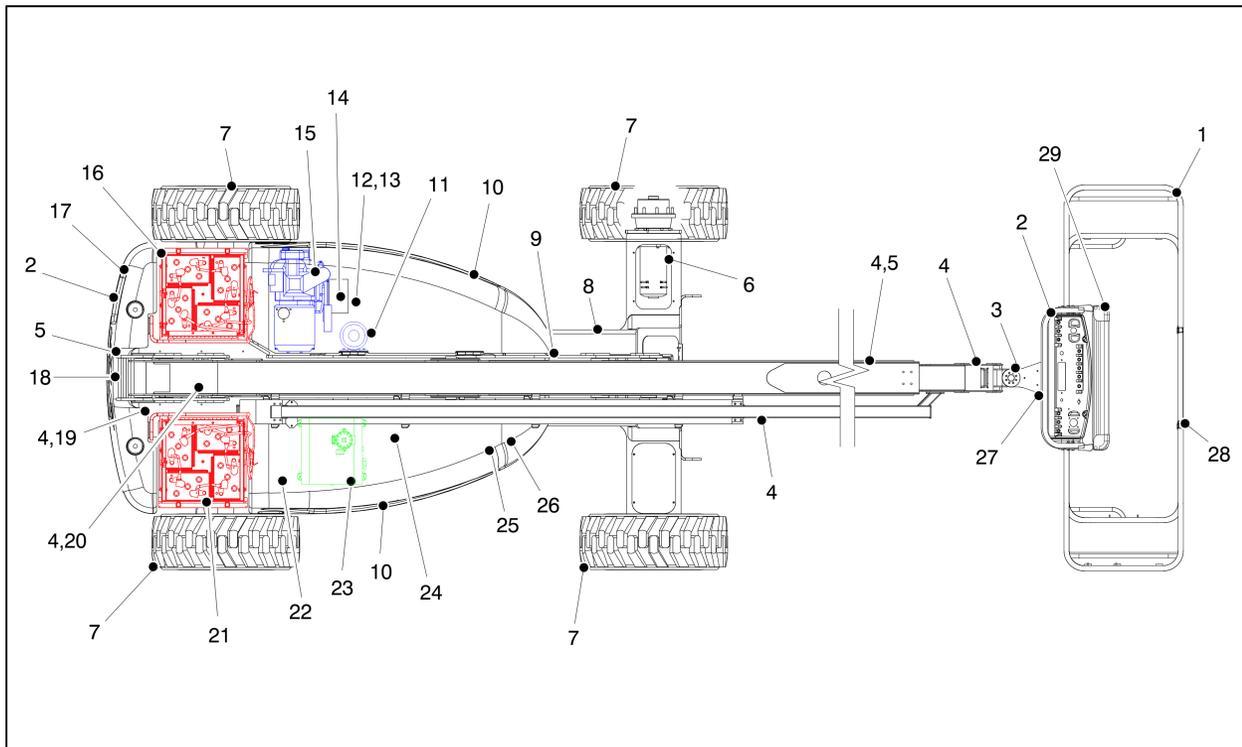
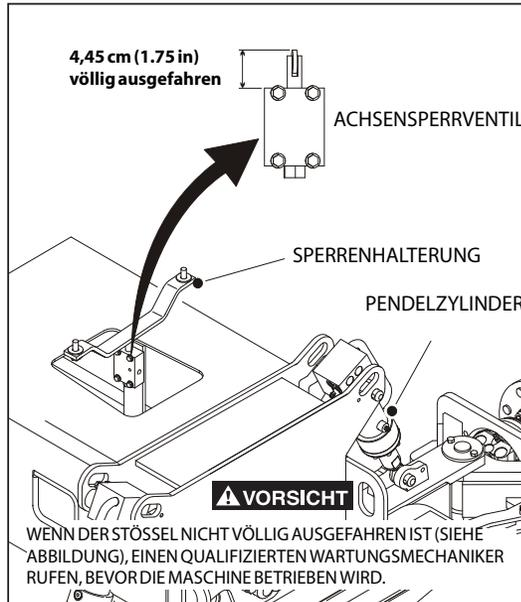

Abbildung 2-4. Tägliche Sichtkontrolle – Blatt 1 von 4
Abbildung 2-7. Tägliche Sichtkontrolle – Blatt 4 von 4
- 4. Sichtkontrolle** – Siehe Abbildung 2-4., Abbildung 2-5. und Abbildung 2-7.